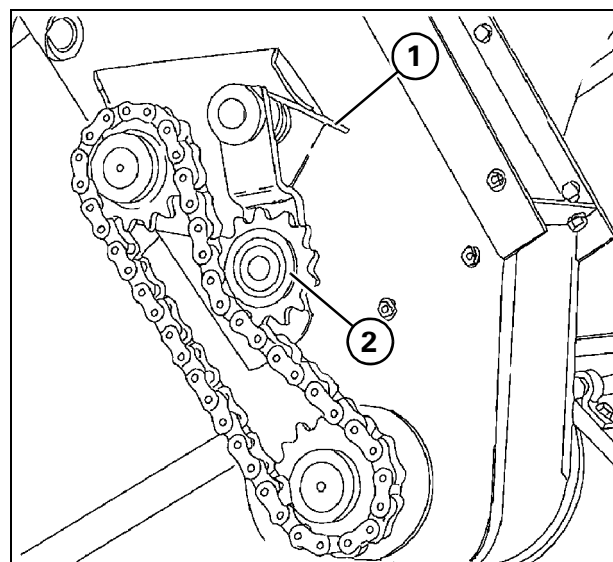

Рис. 31
27.)Приводной ремень шнека недомолота Рис. 31